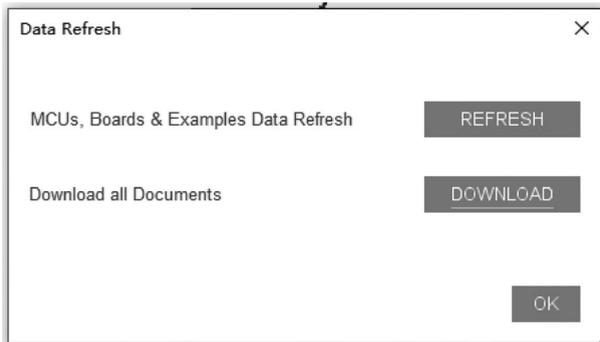

图 3-6 Data Refresh 对话框
(1) Help(帮助),显示 STM32CubeMX 的英文版用户手册 PDF 文档,文档有 300 多页,是一个很全面的使用手册。
(2) About(关于),显示关于本软件的对话框。
(3) Docs&Resources(文档和资源),只有在打开或新建一个项目后此菜单项才有效。选择此项会弹出一个对话框,显示与项目所用 MCU 型号相关的技术文档列表,包括数据手册、参考手册、编程手册、应用笔记等。这些都是 ST 公司官方的资料文档,单击即可打开 PDF 文档。首次单击一个文档时会自动从 ST 官网下载文档并保存到软件库根目录下,如 D:/STM32Dev/Repository。这避免了每次查看文档都要从 ST 公司官网搜索的麻烦,也便于管理。
(4) Refresh Data(刷新数据),会弹出如图 3-6 所示的 Data Refresh 对话框,用于刷新 MCU 和开发板的数据,或下载所有官方文档。